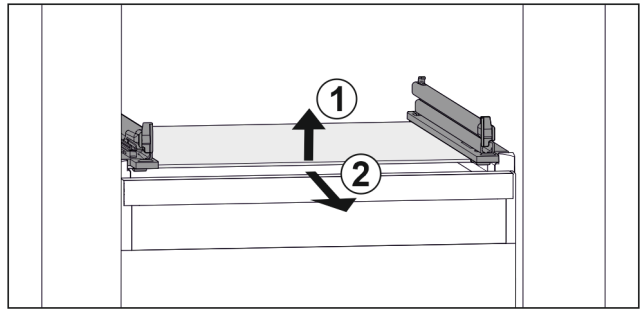

Fig. 72 Representación de la placa de vidrio a modo de ejemplo
- Levante la placa de vidrio por delante. Fig. 72 (1)
- Retire la placa de vidrio hacia delante. Fig. 72 (2)